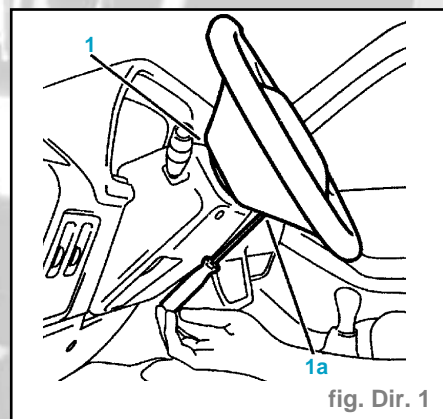
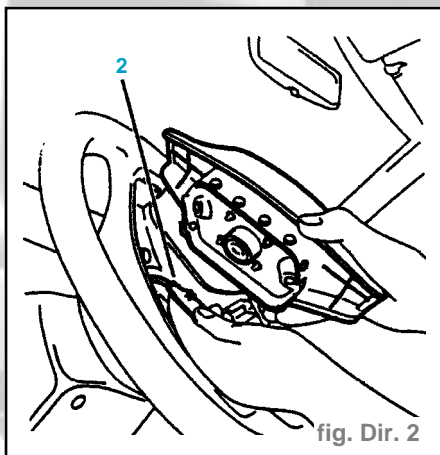

fig. Dir. 1
fig. Dir. 2
- Mettre le volant en position verticale pour rendre accessibles les vis de fixation (1) et (1a) (fig. Dir. 1).
- Dévisser et dégager les vis imperdables (1) du sac gonflable sur volant de direction.
- Débrancher le connecteur (2) (fig. Dir. 2).